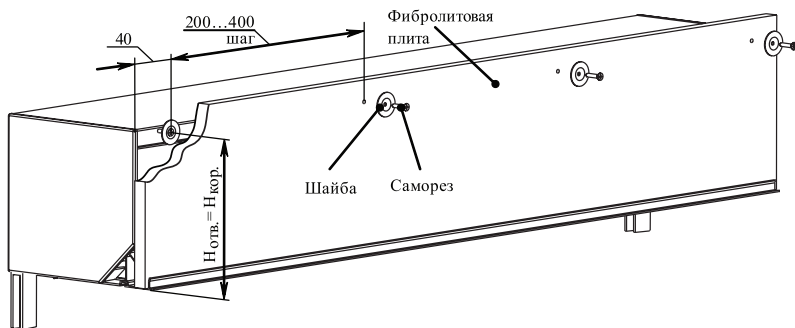

Рис. 10. Схема сборки короба
- 1) просверлить отверстия диаметром 3,5 мм через плиту и верхнюю крышку короба SB-I/UC (рис. 10);